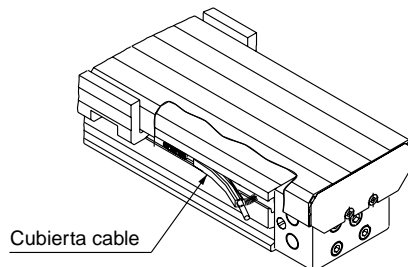

Figura 3. Instalación de la cubierta de los cables
3. Primeramente coloque los cables dentro de la cubierta. Posteriormente, instale la cubierta en el cuerpo del cilindro. (Véase Figura 3).